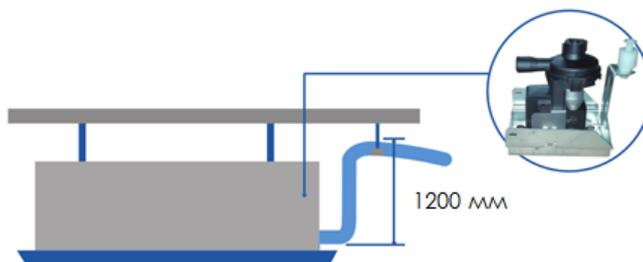

Рис.1.2
- Во внутренних блоках установлен дренажный насос с высотой подъема конденсата на высоту до 1200мм (рис.1.2)